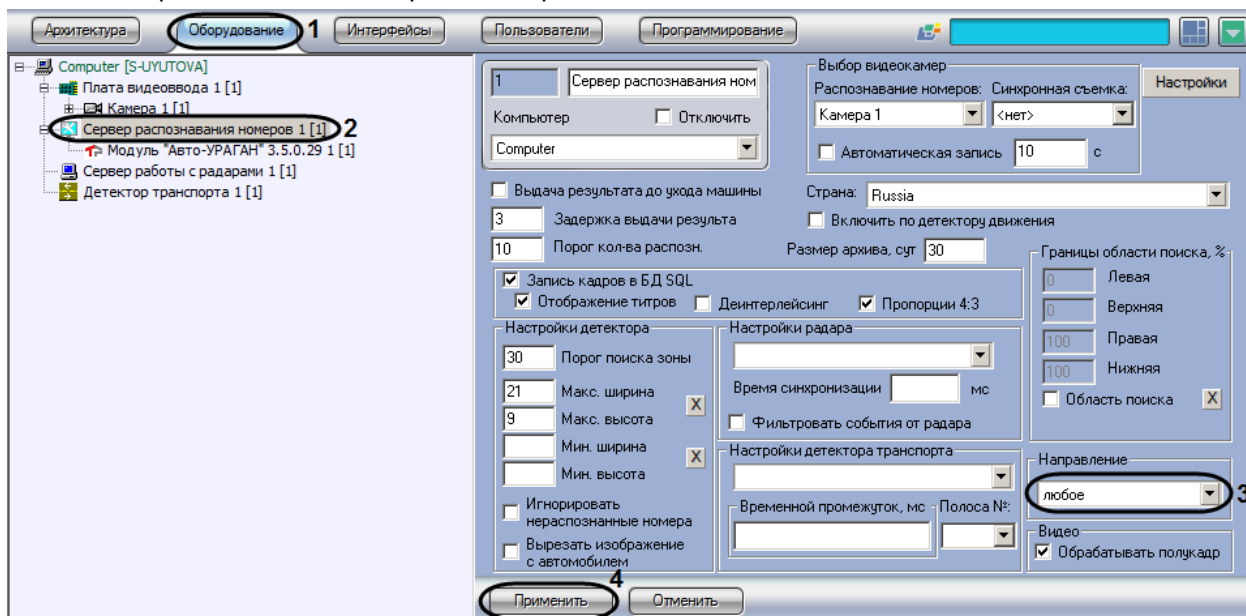

Рис. 7.2—25. Выбор направления движения транспорта для распознавания номерных знаков
1. В диалоговом окне «Настройка системы» перейти на вкладку «Оборудование» (см. Рис. 7.2—25, 1).
распознавания номеров», Рис. 7.2—25, 2). В правой части вкладки «Оборудование» отобразится панель настройки выбранного объекта.
3. Выбрать из списка направление движения транспорта относительно видеокamer, в котором требуется вести распознавание номеров (см. Рис. 7.2—25, 3).
4. Нажать кнопку «Применить» (см. Рис. 7.2—25, 4).